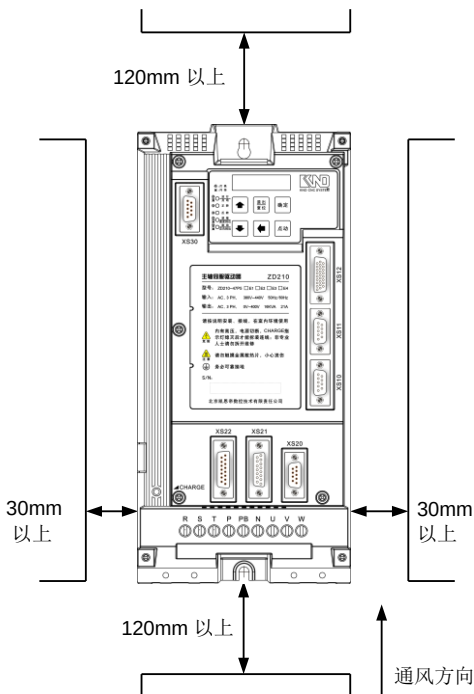

图 2-1 ZD011 伺服驱动器安装示意图
- 3 安装间隔：伺服驱动器之间以及与其它设备间的安装间隔距离，请参考图 2-1，实际中应尽可能地留有较大的安装间隔，以保证散热。
- ① 安装电气控制柜时，防止粉尘、金属屑、螺钉等异物进入驱动器内部。
- ② 本驱动器仅用于控制交流伺服电机，请勿用于控制其它类型电机。